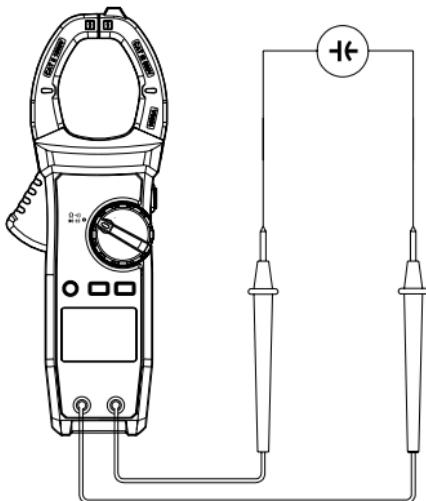

Рис.10. Измерение ёмкости
- 2) Установите переключатель в режим $\frac{1}{10}$, нажмите SELECT для выбора режима измерения емкости C (см. рис. 10).